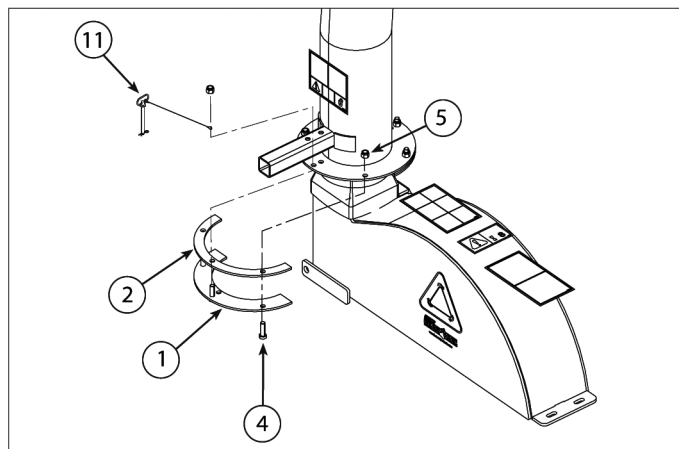

Рис. 2.6. Монтаж разгрузочной трубы
2. Установите трубу на монтажный фланец на раме измельчителя. Разгрузочный зажим (1) должен быть установлен под кромкой фланца. Затяните болты и гайки для фиксации зажима.
3. Установите вторую половину промежуточного кольца (2) и зажимного кольца (1) на разгрузочную трубу при помощи болтов 3/8 x 1-1/4 дюйма (4) и самоконтращихся гаек «nylock» (5).
4. Прикрепите вытяжной шнур при помощи разгрузочного штифта (11), как показано на рис. 2.6.